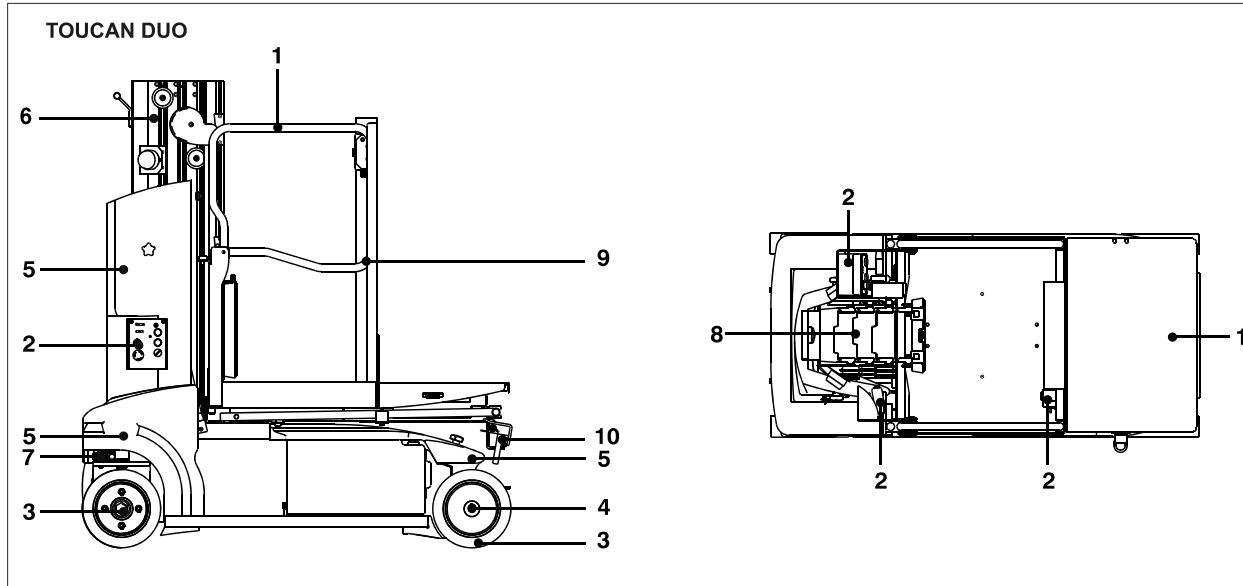

Figura 2-1. Inspección visual diaria
5. **Inspección ocular** – Ver Figura 2.1.
Iniciar la "Inspección visual diaria" por el punto (1), el cual se indica en el diagrama (ver la Figura 2-1.). Avanzar alrededor de la máquina revisando cada punto en el orden dado y comprobando las condiciones dadas en la lista de comprobación siguiente.